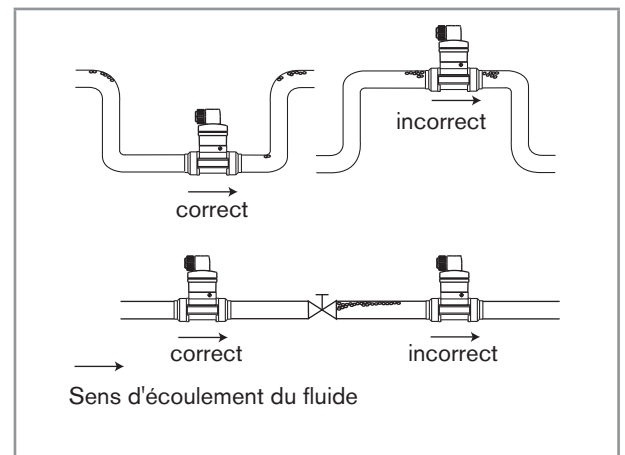

Fig. 3 : Recommandations additionnelles d'installation
- Éviter la formation de bulles d'air dans la conduite (voir Fig. 3).